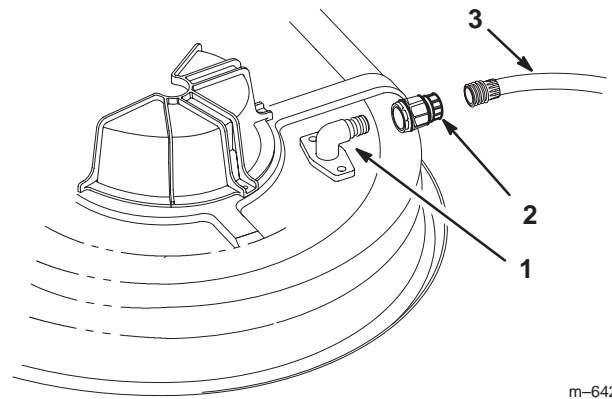

Figure 48
3. Vissez l'accouplement du tuyau au raccord de rinçage du carter de tondeuse et ouvrez l'eau en grand (Fig. 48).